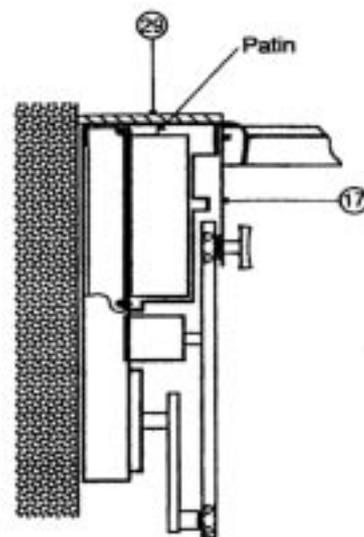

Figure 19
- Il est possible d'habiller les façades des piles (29) (tôles nervurées, lames bois ...) à l'aide de rivets pop ou de vis, en prenant soin de ne pas placer de fixation en face des patins de contrepois. Figure 19.